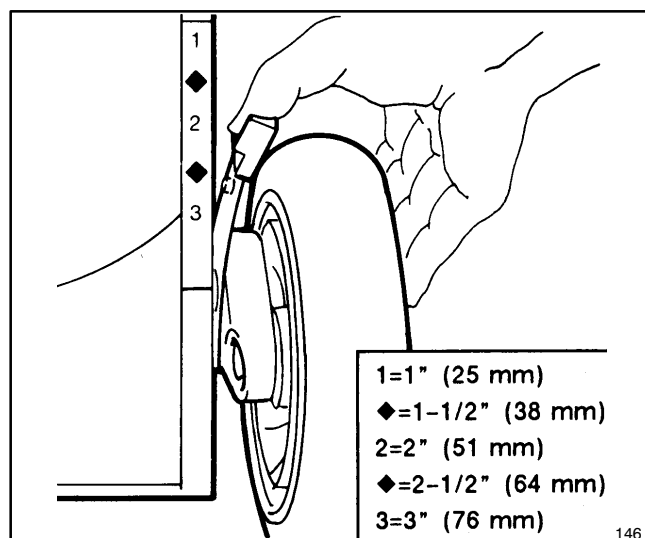

Figure 16
2. Pour faciliter le réglage, soulever le carter de manière à ce que la roue ne touche plus le sol. **Ne jamais placer les doigts sous le carter pour soulever la tondeuse.** Serrer le levier de hauteur de coupe contre la roue et l'amener dans la position voulue (Fig. 16). Vérifier que l'ergot du levier est bien engagé dans l'encoche du carter de tondeuse. Régler toutes les roues à la même hauteur de coupe.